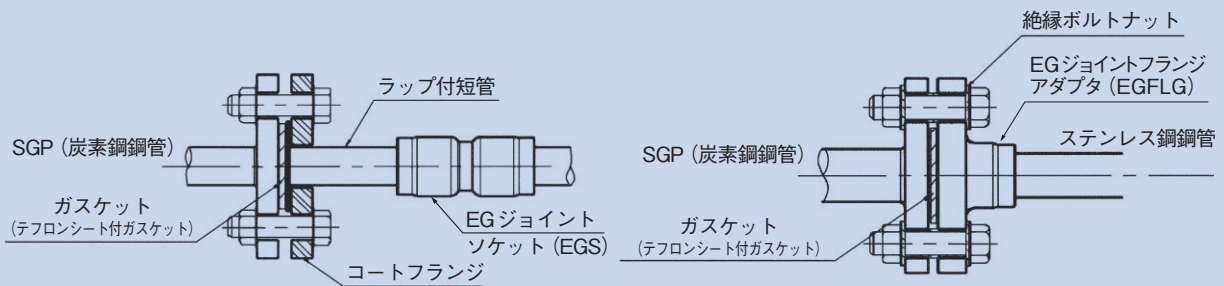

図3-5-1 亜鉛メッキ鋼管との接合
(1) 亜鉛メッキ鋼管及びライニング鋼管との接合方法
- フランジ接合の場合はコートフランジ又は絶縁ボルトナットをお使いください。（図3-5-1）